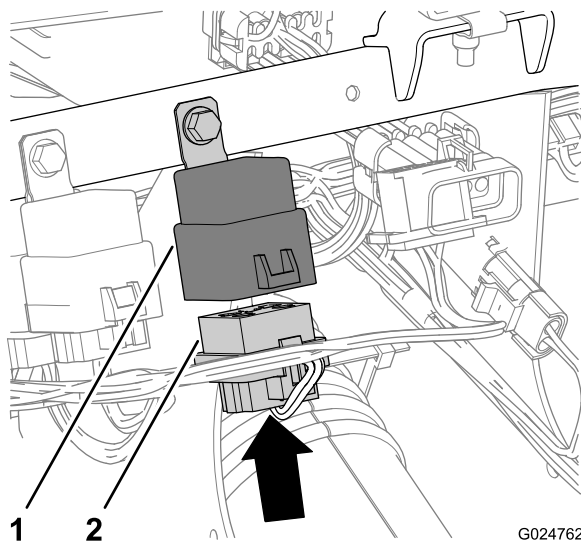

Figura 38
- Conecte el conector hembra de 5 vías del arnés de cables delantero de la máquina (etiquetado "FRONT DIFF RELAY") al conector de 5 pines del relé (Figura 38).